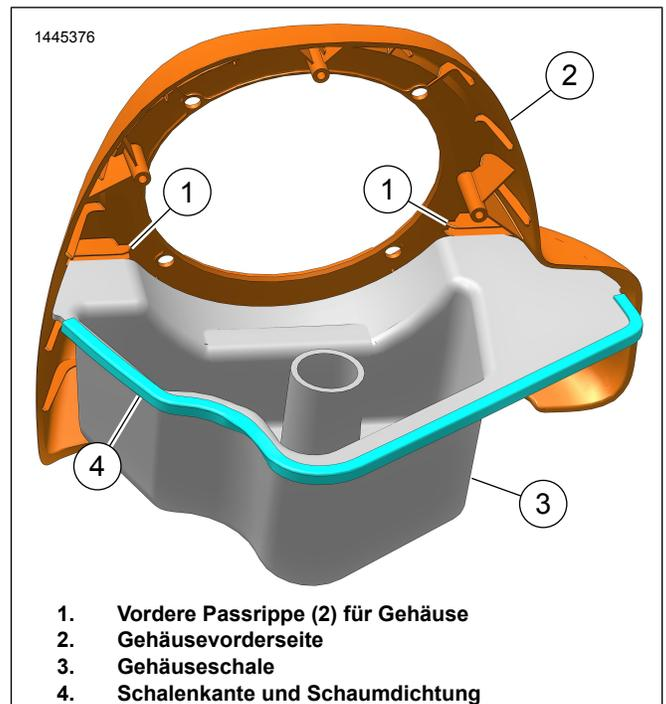

Abbildung 6. Gehäusebaugruppe
7. Siehe Abbildung 6. Vorderes Gehäuse (2) und Gehäusefach (3) anbringen.
- Die Kante des Gehäusefachflanschs dort, wo die Schaumstoffdichtung (4) angeklebt werden soll, mit einer Mischung aus 50–70 Prozent Isopropylalkohol und 30–50 Prozent destilliertem Wasser reinigen.
- An einem Ende beginnend die Dichtung um das Gehäusefach (3) wickeln.
- Gehäusefach (3) in die vorderen Passrippen (1) einsetzen.